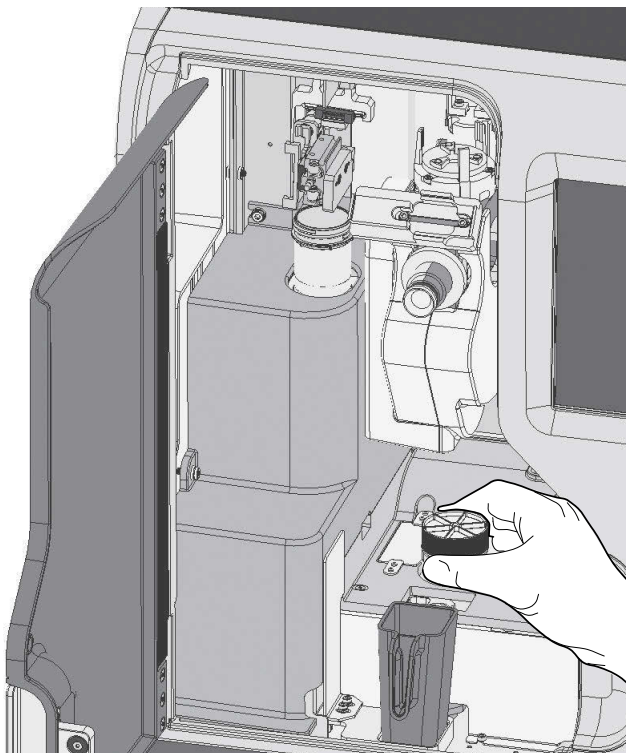

Figura 7-15 Carga del vial
3. Coloque con cuidado el vial de PreservCyt, etiquetado y tapado correctamente, que contiene la muestra del paciente en la copa de dispersión hasta que la parte inferior del vial se apoye sobre la base de la copa de dispersión. Consulte el Figura 7-15.